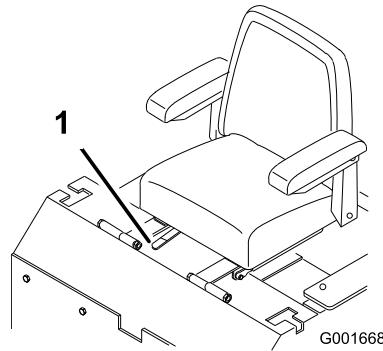

Bild 25
**Wichtig:** Bewegen Sie den Hebel zum Entriegeln des Sitzes zur Seite (Bild 25).